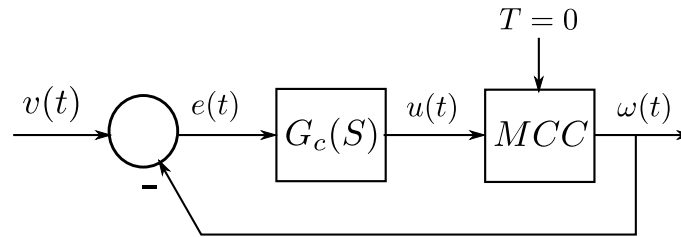

Figura 5: Esquema del motor con un control PI de velocidad.
7. La Figura 5 muestra al MCC con un controlador Proporcional Integral (PI) cuya FT es: